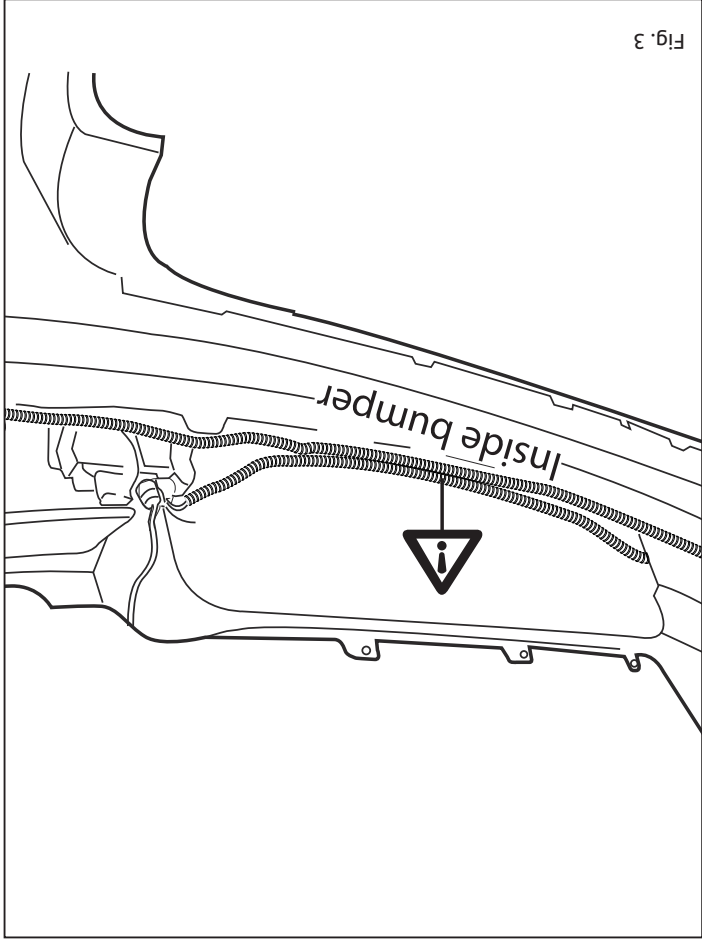

Fig. 3
10. **Achtung!** Bei der Montage der Elemente der Anhängervorrichtung ist auf die vorhandene Verdrahtung zu achten! Siehe Abbildung 3.
10. **Please note!** When fitting the tow bar components please take account of the existing wiring! See figure 3.
10. **Attention ! :** Veuillez à respecter le câblage existant lors du montage des pièces de l'attache-remorque ! Voir la figure 3.
- См. рисунок 3.